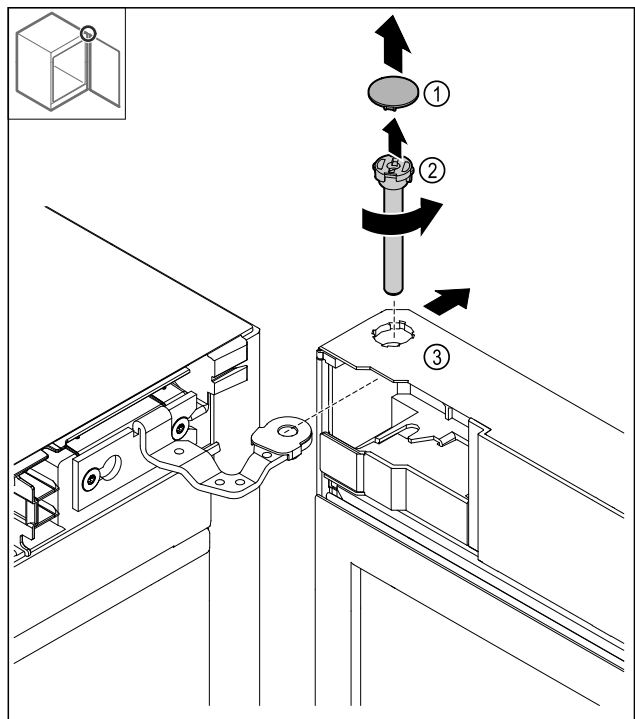

Fig. 19
- ▶ Sejměte kryt Fig. 19 (1).
- ▶ Uvolněte a vytáhněte čep Fig. 19 (2) proti směru hodinových ručiček.
- ▶ Dveře Fig. 19 (3) mírně naklopte.